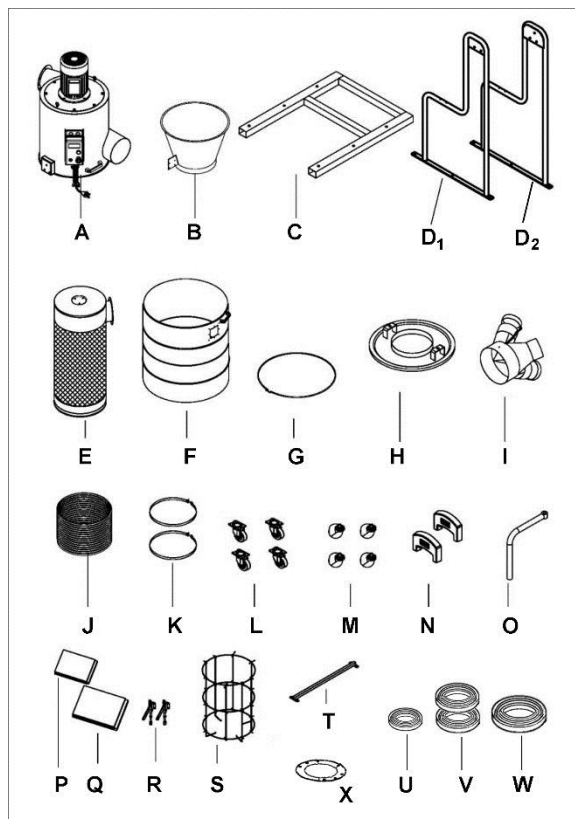

Рис. 1: содержимое картонной коробки (не в масштабе)
**Картонная коробка (см. Рис. 1)**